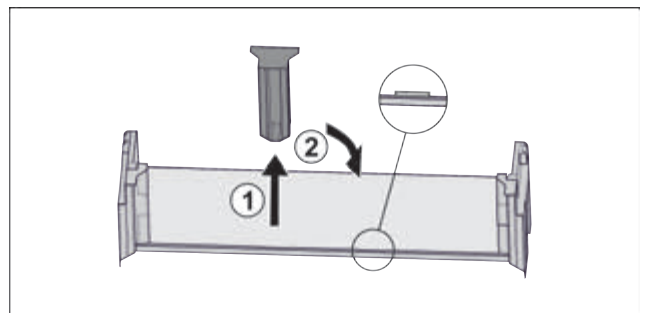

Fig. 22\*
- ▶ Витягнути середню деталь для підтримки Fig. 22 (1)\*
- ▶ Вставити середню деталь для підтримки на друге положення Fig. 22 (2)\*